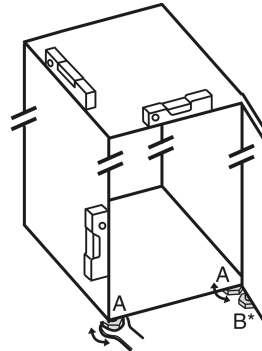

Fig. 8
- Skru de justerbare fødder Fig. 8 (A) ud ved hjælp af den medfølgende gaffelnøgle og et vaterpas, indtil hvidevaren står fast og i vater.
- Skru den justerbare fod Fig. 8 (B) på lejebukken af med den medfølgende gaffelnøgle, indtil den hviler på gulvet.
- Drej den justerbare fod Fig. 8 (B) 90° videre.